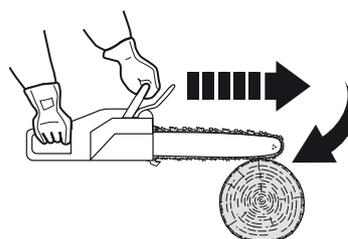

Fig. 34
- > Si la chaîne [6] est pincée au niveau du bord inférieur du guide-chaîne [7], l'appareil peut être projeté brutalement vers l'avant (Fig. 34).